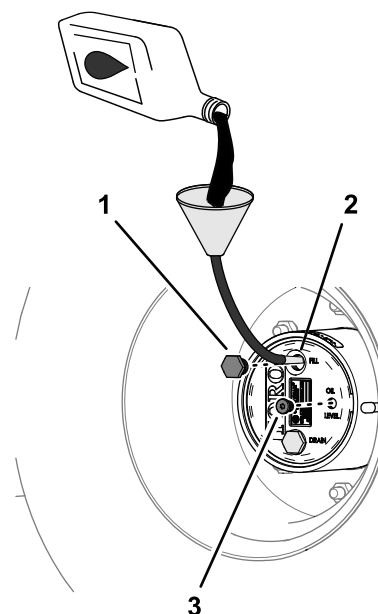

Figura 85
4. Se il livello del lubrificante è basso, rimuovete il tappo di riempimento e aggiungete il lubrificante specificato fino a quando non inizia a fuoriuscire dal foro del tappo di controllo (Figura 85); fate
6. Montate il tappo di riempimento e il tappo di controllo (Figura 85).
1. Attraverso il foro del tappo di riempimento, aggiungete lentamente il lubrificante per ingranaggi specificato; fate riferimento alla Figura 85 in Controllo del lubrificante per riduttori planetari (pagina 69).
3. Montate il tappo di riempimento e il tappo di controllo; fate riferimento alla Figura 85 in Controllo del lubrificante per riduttori planetari (pagina 69).